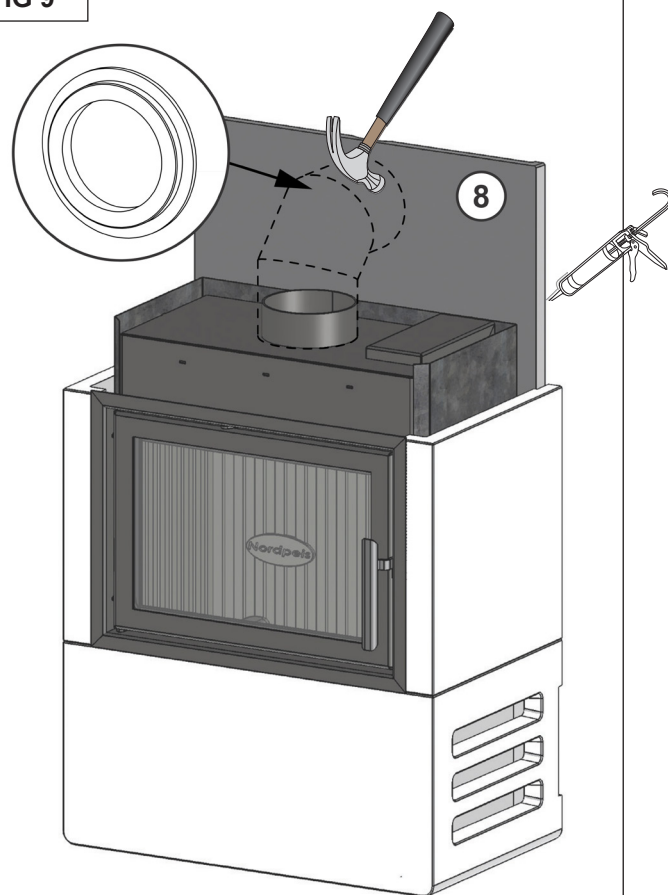

FIG 10 T
**FIG 10:** Place the heatshield around the flue. When connected at the top, let the heatshield remain intact. When connectet at the rear, carefully remove the perforated area in the heatshield and place it around the flue.
**RYS. 10:** Umieścić osłonę termiczną wokół podłączenia kominowego. W przypadku podłączenia od góry, nie należy zmieniać położenia osłony termicznej. W przypadku podłączenia od tyłu, należy ostrożnie usunąć perforowany fragment w osłonie termicznej i umieścić ją wokół podłączenia kominowego.